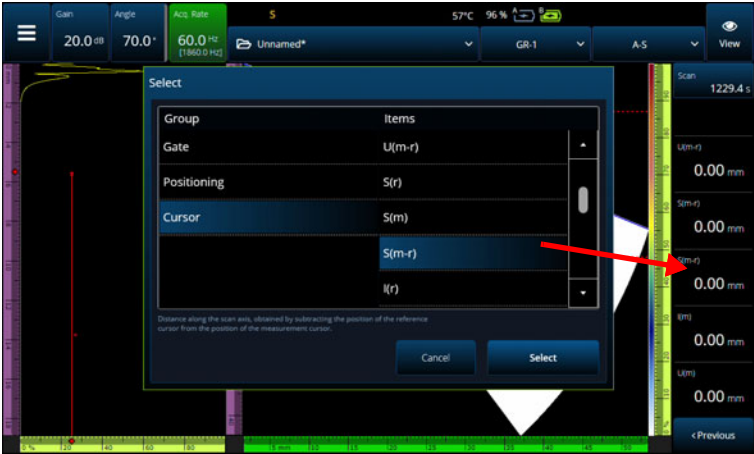

Figura 2-63 Exemplo de seleção de leitura
- b) Com **Select Reading** (selecionar leitura), você pode substituir uma leitura específica por qualquer das leituras disponíveis (Figura 2-63 na página 120).